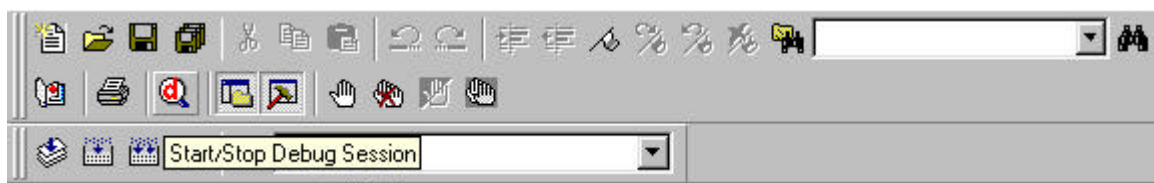

Figura. 4.16. Botón de “Debug”
Otra característica útil de  $\mu$ Vision2 IDE es que permite ejecutar el código en un ambiente de simulación específico para el microcontrolador. Una vez obtenido el ejecutable sin errores, hay que comprobar el funcionamiento del programa; para ello, hay de pulsar el botón *Start/Stop debug sesion*, o se puede presionar <Ctrl+F7>, tal como se muestra en la Figura 4.16
6. Pasar a modo de depuración o simulación (Ver Figura 4.16)